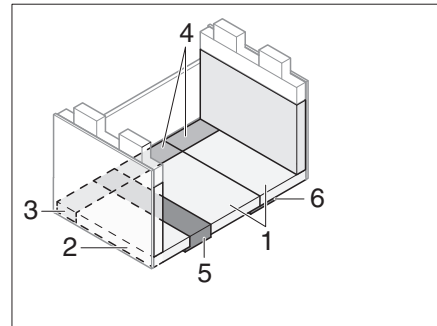

Fig. 199 Après la transformation
- Placer les coussins d'assise, de dossier et supplémentaire comme montré dans Fig. 199.
-  ▷ Pour augmenter le confort de couchage, il est possible de retirer l'élément supplémentaire du coussin de dossier (Fig. 199,2).